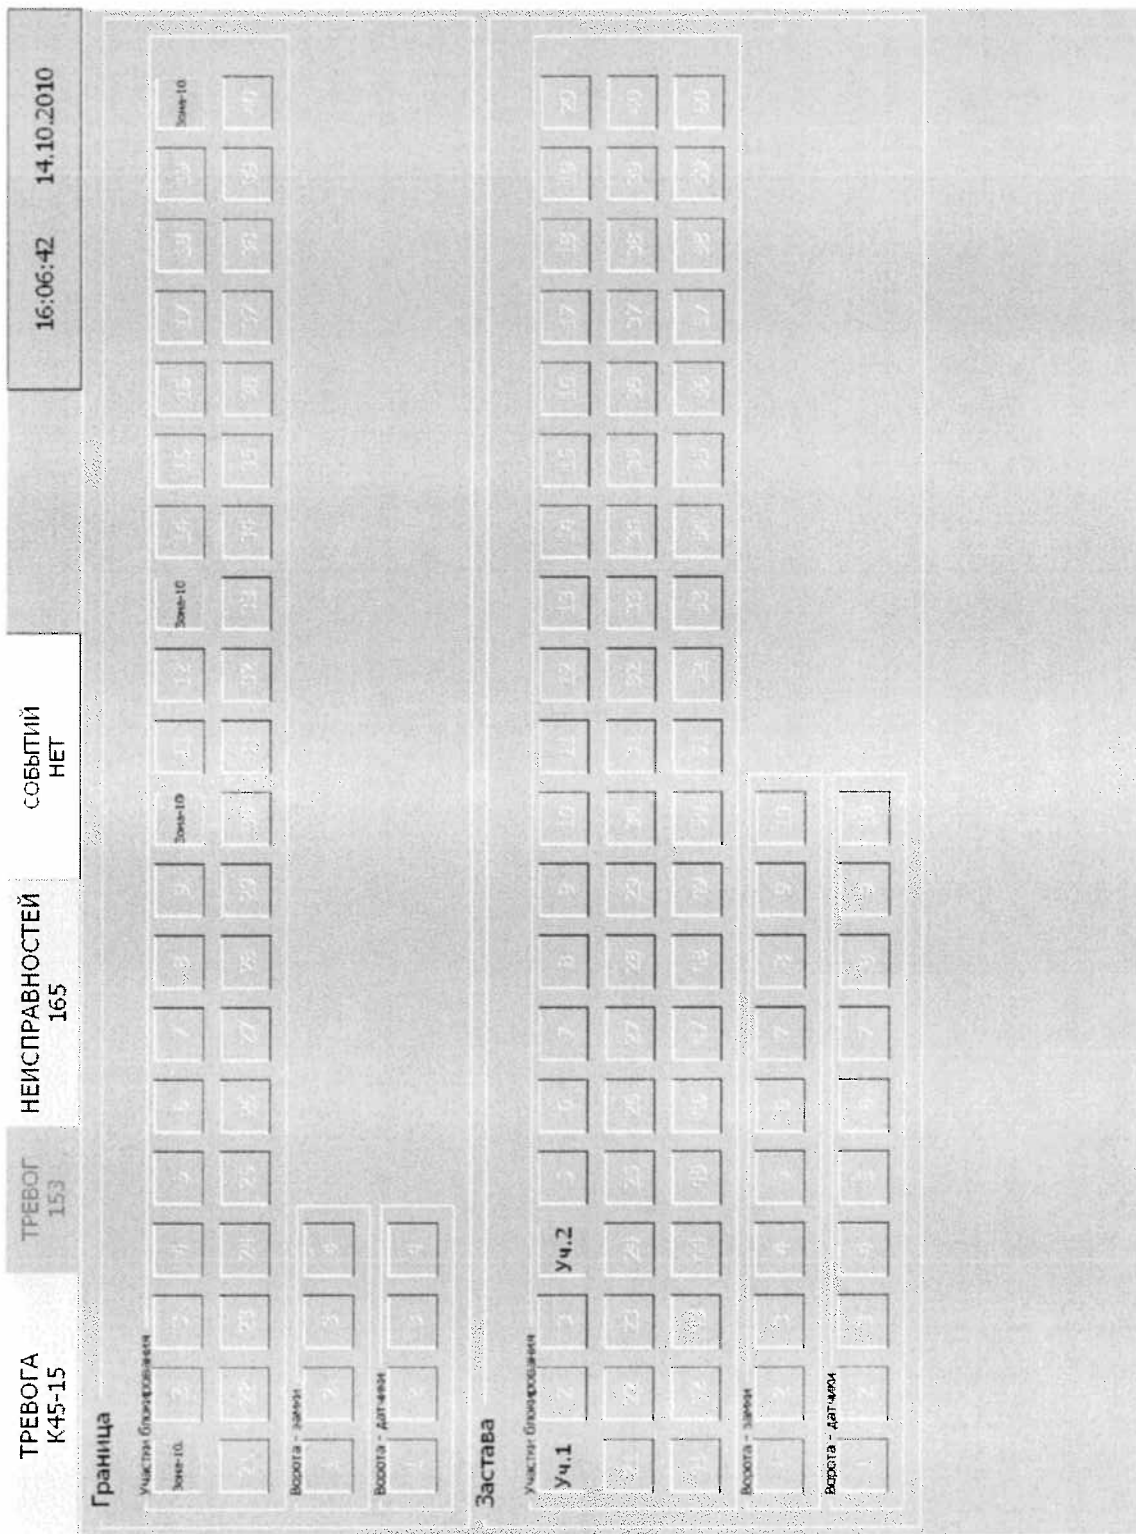

РИСУНОК 2.2
2.3.1 ТИ работает без участия оператора и запускается автоматически при запуске изделия "Гоби-212", при этом на экране (рисунок 2.2) отображается состояние всех участков границы и помещений заставы, а также ворот.